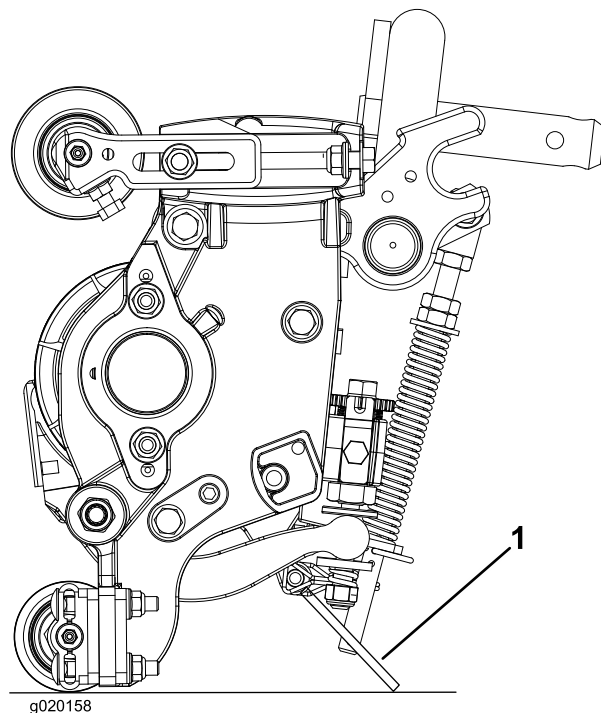

Рисунок 9
**Внимание:** Убедитесь, что гайки на обратной стороне регулировочных винтов неподвижного ножа не опираются на рабочую поверхность (Рисунок 9).